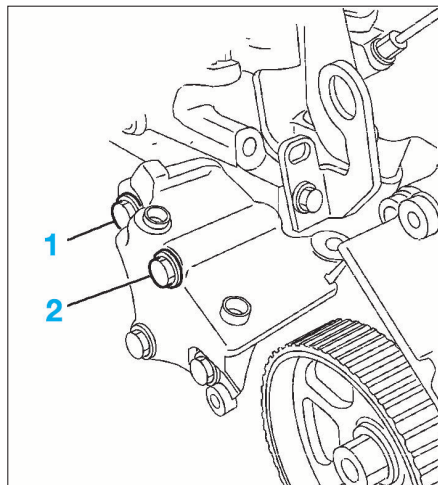

FIG. 72
- les vis (1) et (2) du support moteur (Fig.72).